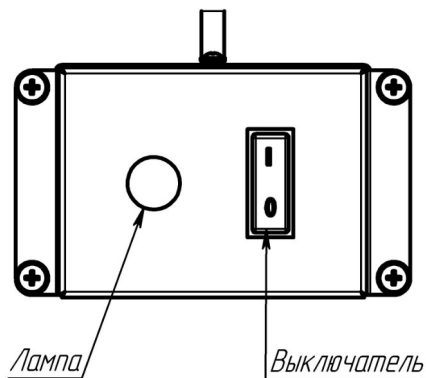

Рисунок 2
1.3.8 Включение изделия осуществляется при помощи пульта управления, (см. рис. 2) на котором установлены выключатель и лампа, которая сигнализирует о том, что изделие находится под напряжением. Сетевой кабель предназначен для подключения к электросети. Для фиксации изделия к столешнице применяются 4 крепления..